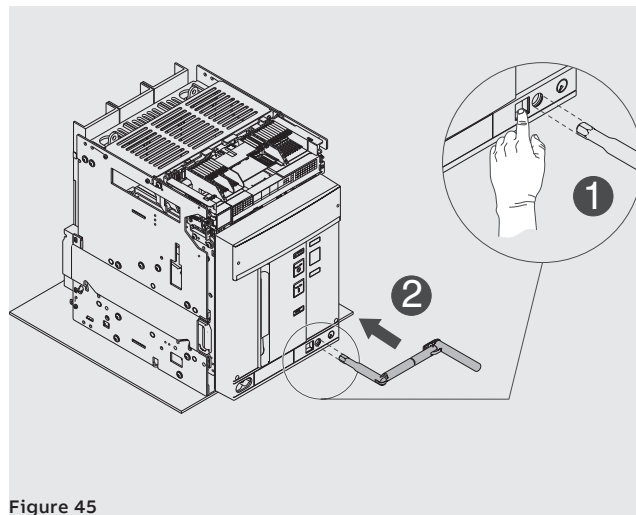

Figure 45
9. Appuyer sur le bouton de blocage et introduire la manivelle dans la partie mobile. Dans cette phase la partie mobile est encore en position **DISCONNECT**. Voir Figure 45.